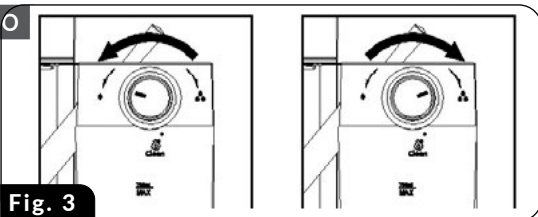

Fig. 3
de espuma (fig.3). También puede ajustar la intensidad de la espuma durante el proceso de espumado.
**¡ATENCIÓN! Antes de preparar su café LATTE, ajuste la cantidad de espuma de leche según sus preferencias girando el botón de dosificación (23) hacia la izquierda para obtener más espuma o hacia la derecha para reducir la cantidad de espuma (fig.3). También puede ajustar la intensidad de la espuma durante el proceso de espumado.**
1. Coloque el filtro elegido (13) en la petaca (10), llénela de café e instale la petaca en la cafetera.
2. Asegúrese de que hay la cantidad correcta de agua en el depósito de agua (15) y la cantidad correcta de leche en el depósito de leche (19).